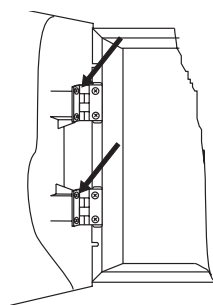

Figure3.
- Ouvrez le panneau frontal (figure 3).